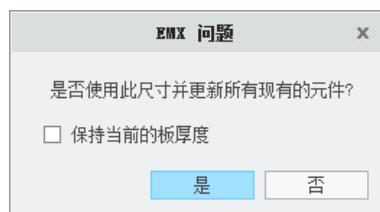

图 30.18 “EMX 问题”对话框
Step4. 更改模架尺寸。在“模架定义”对话框右上角的 尺寸 下拉列表中选择 596x596，此时系统弹出图 30.18 所示的“EMX 问题”对话框，单击 是 按钮。